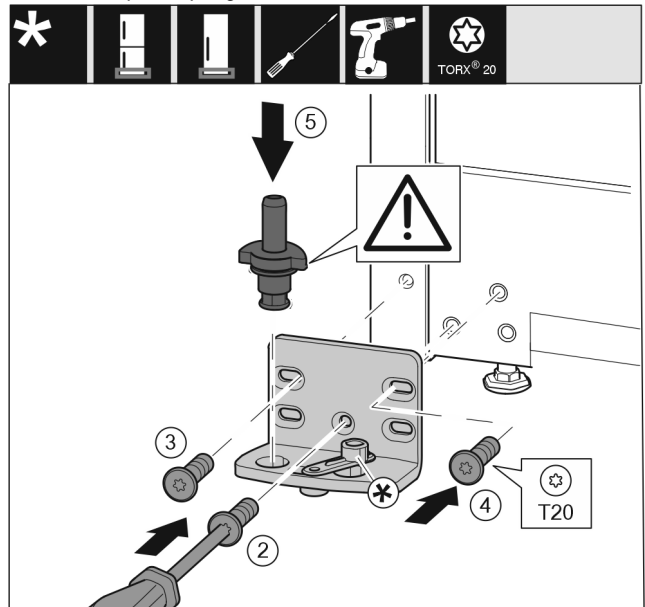

Fig. 48 \*
- ▶ Установите опорный кронштейн с другой стороны и прикрутите с помощью отвертки. Начиная с винта Fig. 48 (2) снизу в центре.\*
- ▶ Затяните винт Fig. 48 (3) и винт Fig. 48 (4).\*
- ▶ Снова установите опорный палец Fig. 48 (5) в сборе. При этом проследите за тем, чтобы выступ фиксатора был направлен назад.\*